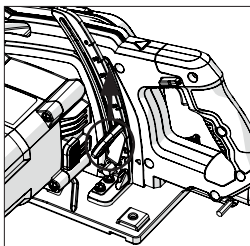

Abb. 10
- Lösen Sie die Verriegelung für die Einstellung der Schnitttiefe, indem Sie den Bedienhebel, **(5) (Abb.10)**, nach oben ziehen.